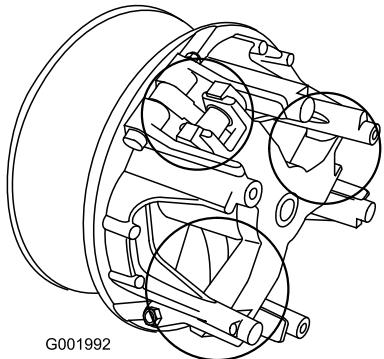

Figura 58
5. Lubrificate le parti in movimento nelle zone contrassegnate da un cerchio nella Figura 58 utilizzando l'aerosol lubrificante a secco Toro, reperibile dal rivenditore o distributore Toro autorizzato di zona.